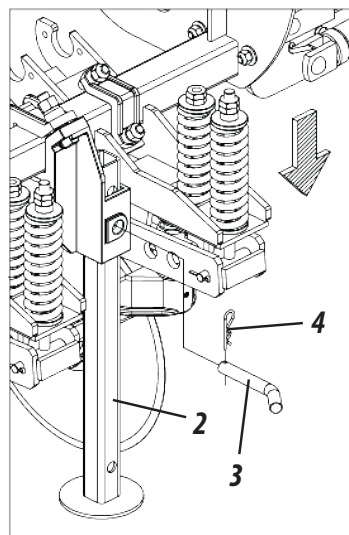

Figura 17
- 1- Levante a semeadora através do acionamento do cilindro hidráulico (1).
- 3- Depois, abaixe os suportes de apoio (2) e fixe-o com o pino (3) e trava (4), conforme mostra a figura 17.